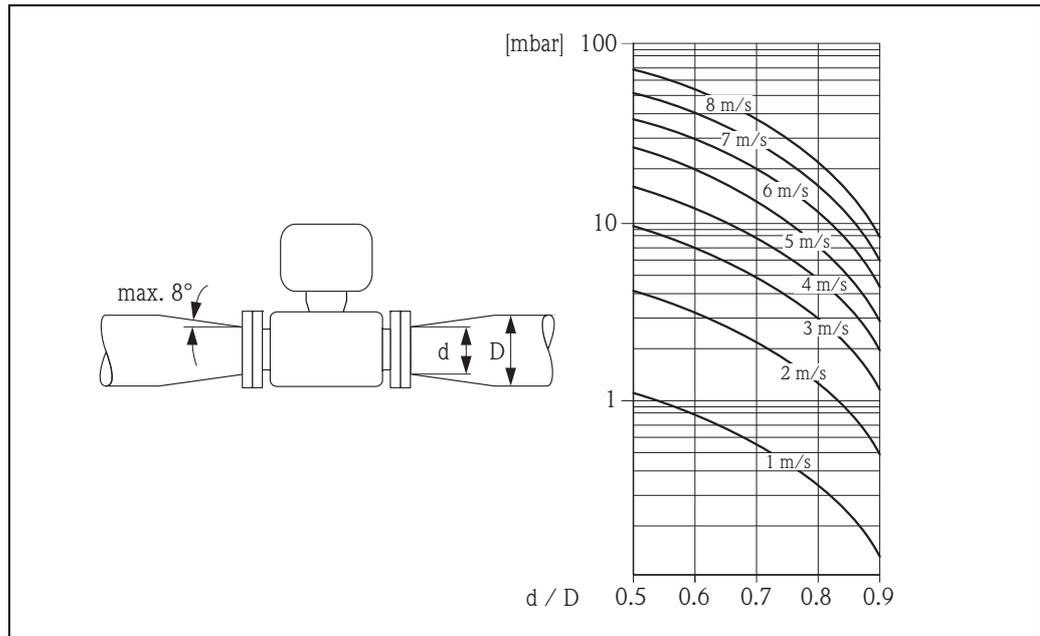

Fig. 15: Perte de charge due aux adaptateurs
- Une augmentation nécessaire de la vitesse d'écoulement est obtenue par la réduction du diamètre nominal du capteur (→ Fig. 15).